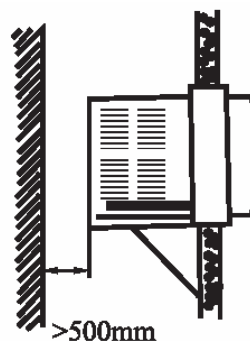

fig.2
2. Bloquee el agujero trasero del equipo con tapa de goma e instale el codo de drenaje en el agujero inferior, lo cual puede hacer fluir el agua condensada desde la placa inferior (ver fig. 2). Este método puede reducir el ruido de impacto causado por el ventilador al lado exterior.
4. La parte trasera del equipo debería tener una separación mínima de 500 mm con cualquier obstáculo (por ejemplo, muro). Esto es ilustrado en fig. 2.
4. Levante la parte trasera de la máquina levemente. Se puede ver el agujero de drenaje en la parte trasera de la placa base. Coloque la tapa de goma negra que viene con los accesorios, en el agujero. (ver fig. 2)